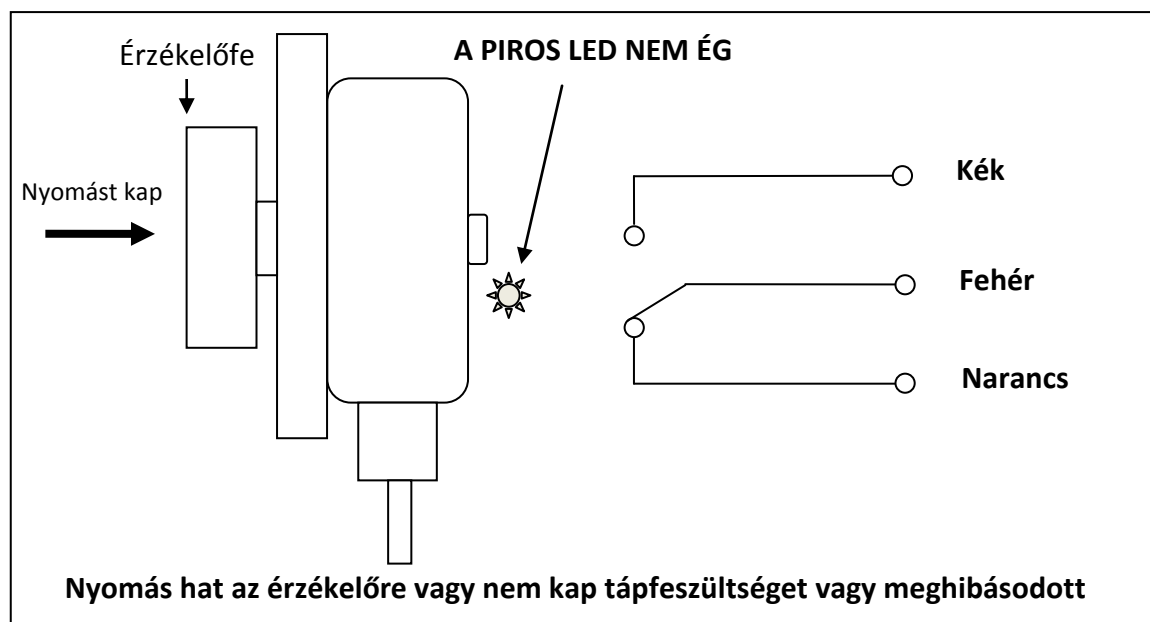

Figura 9 – TouchSwitch érintőkapcsoló érzékelő riasztási állapotban van
Az érzékelő tulajdonképpen egy elektronikus végállaskapcsoló. Az érzékelő felületére ható nyomásra reagál. Ha a nyomás nagyobb mint 3,6 kg, akkor az érzékelő riasztási állapotba kapcsolja a relét (lásd az 1. ábrát) Figura 10. Ha az érzékelő megfelelően táplált, üzemel és nem hat nyomás az érzékelő felületére, akkor meghúzza a relét és egy felgyulladó LED jelzi az OK állapotot (lásd a 3. ábrát) Figura 9.
- 1) Figyeljük meg, hogy az érzékelő burkolatán lévő kimeneti piros LED (lásd 9. ábra Figura 9) ég-e és hogy a heveder vagy a dob nem ér hozzá-e az érzékelőhöz